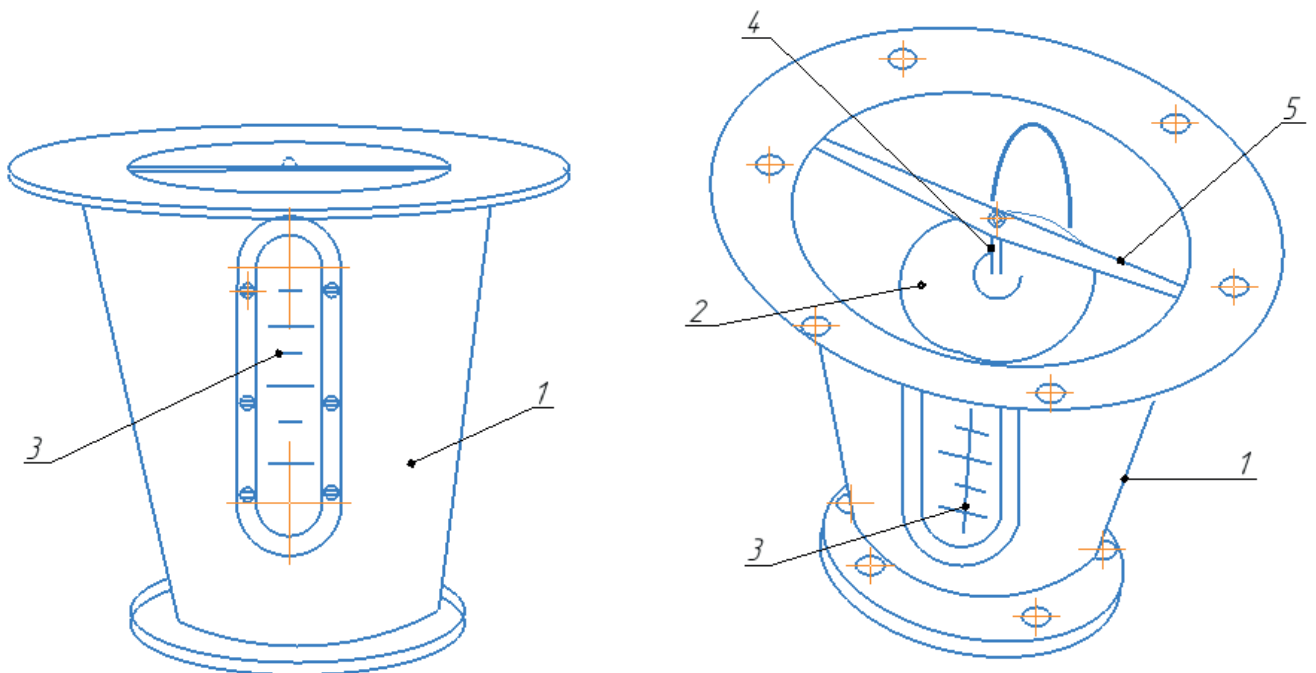
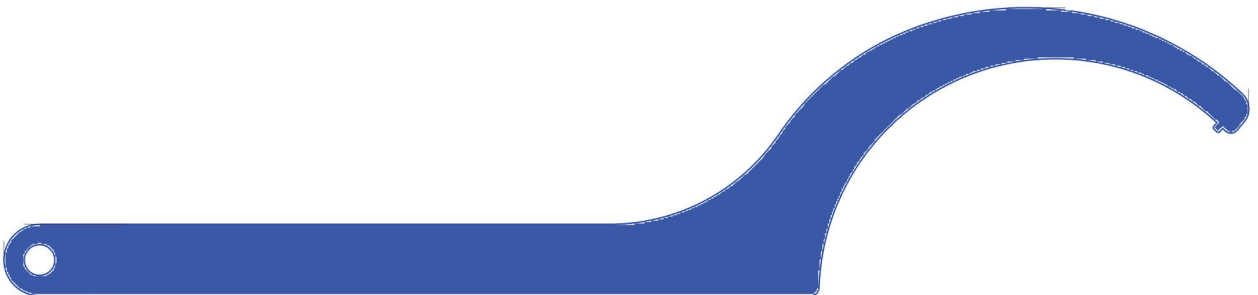

Рис.11 Указатель расхода воздуха Р-300
Рис.14 Спецключ для откручивания ниппельных колец фильтров
5. Собрать установку как показано на рисунках 1-3. Для откручивания заглушек фильтра использовать спецключ (рис.14). К нагнетательному патрубку вентилятора с помощью перехода и болтов присоединяется указатель расхода воздуха P-100/200/300 (рис. 11 и 12), который должен быть установлен так, чтобы стрелка совпадала с нулем шкалы (для P-100/200).